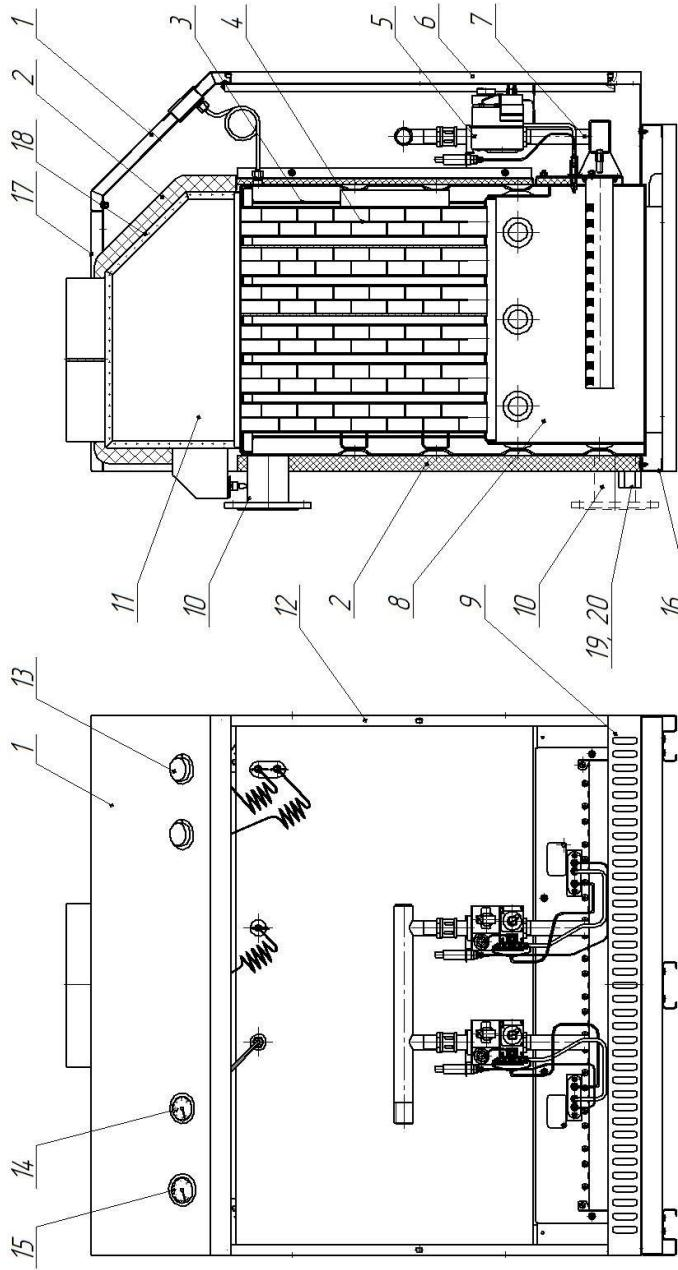
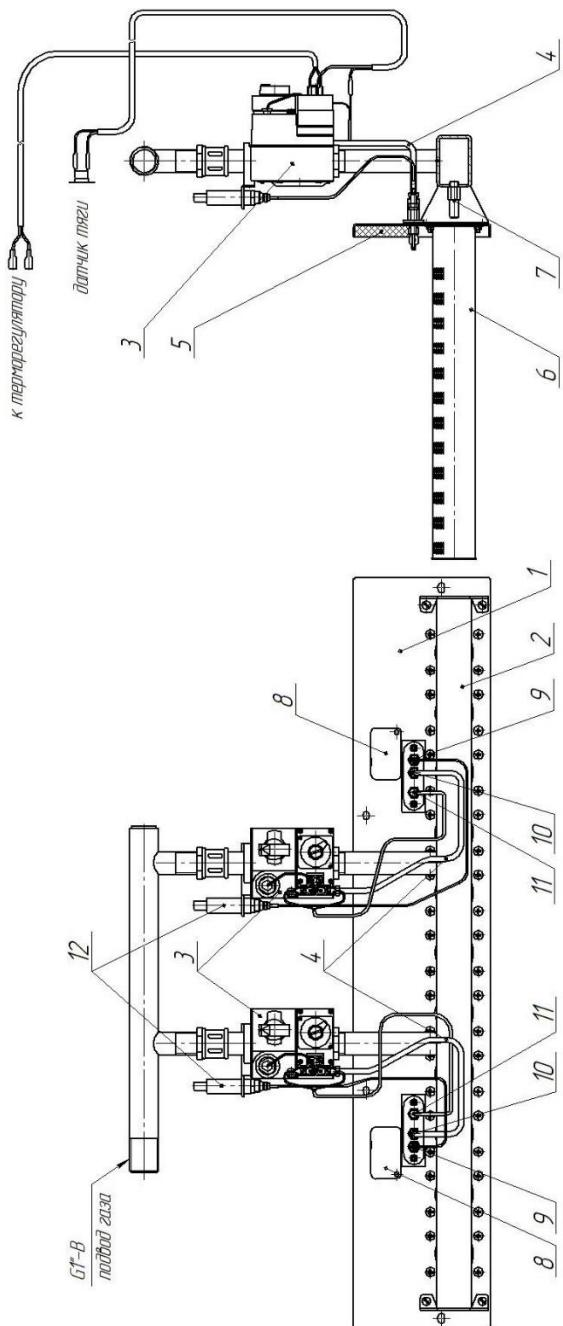

Рис.1 Устройство котла
Рис.2 Устройство горелки котла
4.2. Нагрев теплоносителя производится путем эффективного сжигания природного газа с помощью горелки оборудованной автоматикой безопасности (рис.2).
5.1. Котел выполнен в виде напольного шкафа прямоугольной формы. Лицевая сторона закрыта дверкой (поз.6 рис.1) обеспечивающей доступ к горелке для обслуживания. Теплообменник (поз.3 рис.1) представляет собой прямоугольный блок с вертикальными каналами, каждый канал омывается теплоносителем. Теплообменник сообщается с водоохлаждаемой топкой (поз.8 рис.1). В топке размещается газогорелочное устройство (поз.7 рис.1), позволяющее получить газовоздушную смесь и качественно её скечь. На панели горелки (поз.1 рис.2) закреплены газораспределитель (поз.2 рис.2) с соплами и газовым клапаном (поз.3 рис.2), с внутренней стороны изоляция и газогорелочные трубы – насадки (поз.6 рис.2), над ними датчик пламя и электрод розжига. Горячие продукты сгорания под воздействием разрежения в дымоходе котла поднимаются через вертикальные каналы и нагревают
теплоноситель, который циркулирует по системе отопления. Чтобы увеличить отдачу тепла и КПД в каждый канал установлен турбулизатор (поз.4 рис.1). В нижней части котла имеется воздухозаборник (поз.9 рис.1). Корпус котла обложен с четырёх сторон утеплителем и облицован металлическими панелями. Облицовочные панели перед установкой покрывают защитно-декоративным покрытием.
- 5.2. Под крышкой (поз.17 рис.1) Расположен дымоход, (дымовая камера) задняя часть которого открыта снизу, что позволяет свободно проникать в дымовую камеру, а затем в трубу дымоотводящего канала порции воздуха, который разбавляет отходящие продукты сгорания, уменьшая их температуру. При этом происходит снижение разрежения в трубе дымоотводящего канала, следовательно, и в топке котла. Указанный вход в дымовую камеру выполняет функции тягостабилизатора. Здесь же установлен датчик тяги. Датчик следит за повышением температуры отходящих газов, что вызывает уменьшение или исчезновение разрежения в дымовой камере.
- 8.11. При первом заполнении системы по показанию манометра (поз.15 рис.1) наберите давление 0,05-0,1 МПа, при работе и нагреве котла это число возрастет.
10.6. Подержите рукоятку газового клапана в нажатом положении около минуты, чтобы термогенератор (поз.7 рис.1) был прогрет и смог удержать предохранительный клапан пилотной системы в открытом состоянии. Отпустите рукоятку, пилотная горелка должна гореть. Если произошло затухание, то поверните рукоятку по часовой стрелке в положение OFF, повторите пункты 10.3, 10.4, 10.5.
10.9. Установить поворотом ручки терморегуляторов (поз.13 рис.1) требуемое значение температуры воды, её отслеживайте по показаниям термометра (поз.14 рис.1).